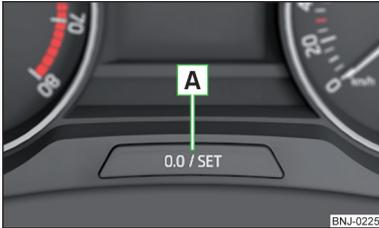

Abb. 32
- › Die Taste **A** » Abb. 32 drücken und gedrückt halten, bis im Display der Menüpunkt **Service** angezeigt wird.